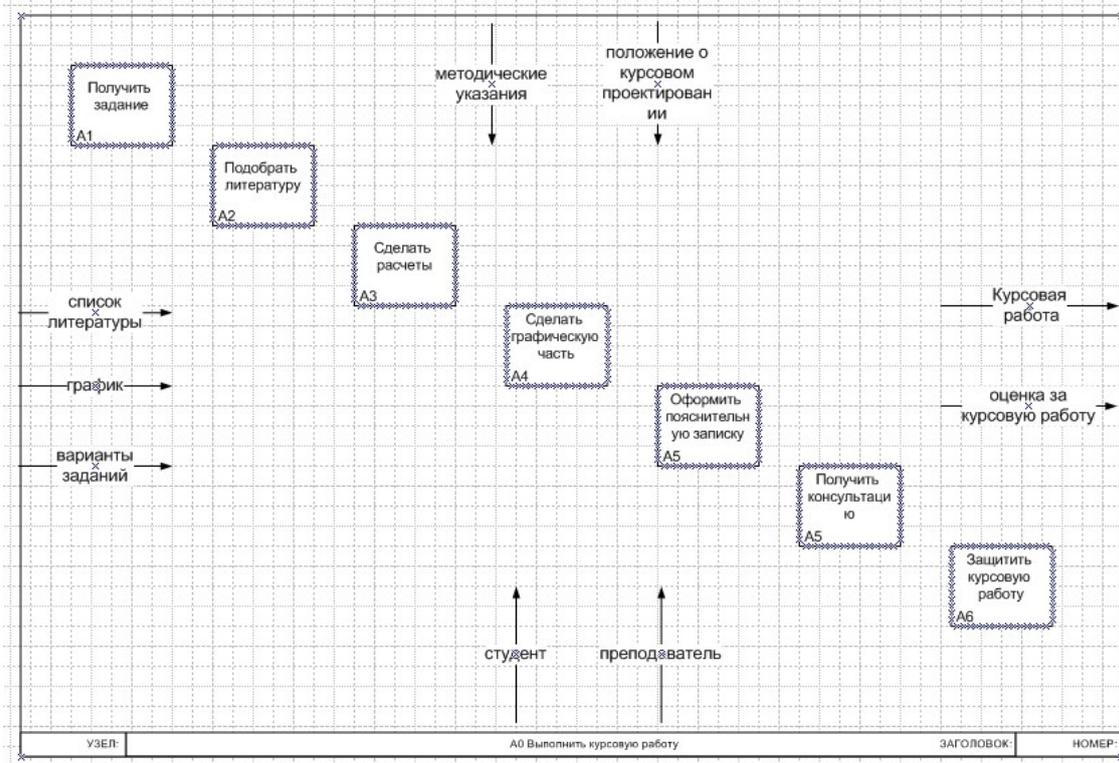

Рисунок 8 – Диаграмма декомпозиции
4. Распределите стрелки для диаграммы декомпозиции в соответствии с контекстной диаграммой. Для этого «перенесите» входные и выходные стрелки, связанные с декомпозируемой работой, в поле декомпозиции. Итог выполнения вышеописанных шагов представлен на рис. 8